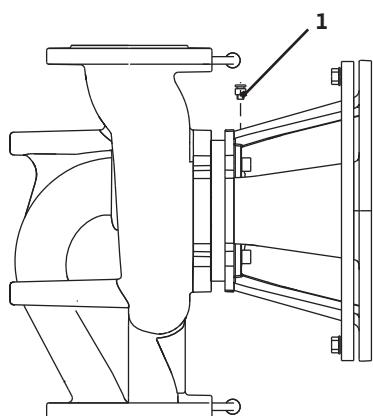

Fig. 34: Válvula de ventilação
• Purgar o ar das bombas após soltar as válvulas de ventilação (fig. 34, pos. 1). Um funcionamento a seco danifica o empanque mecânico da bomba. O sensor da pressão diferencial não deve ser ventilado (perigo de danificação).